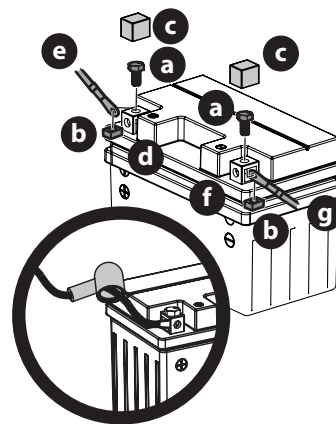

Fig. 22
2. Extraiga el tornillo de cabeza hexagonal y la tuerca cuadrada que fijan el conductor negativo negro de la batería al contacto negativo de la batería (marcado NEG (-)). Aleje el cable del contacto negativo de la batería (Fig. 22).
3. Extraiga el tornillo de cabeza hexagonal y la tuerca cuadrada que fijan el conductor positivo rojo de la batería al contacto positivo de la batería (marcado POS (+)) (Fig. 22).